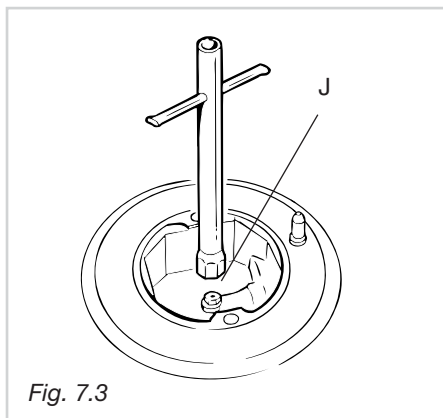

Fig. 7.3
- Com o plano de cozedura aberto, substitua os injetores “J” utilizando uma chave fixa (Fig. 7.3 - 7.4).